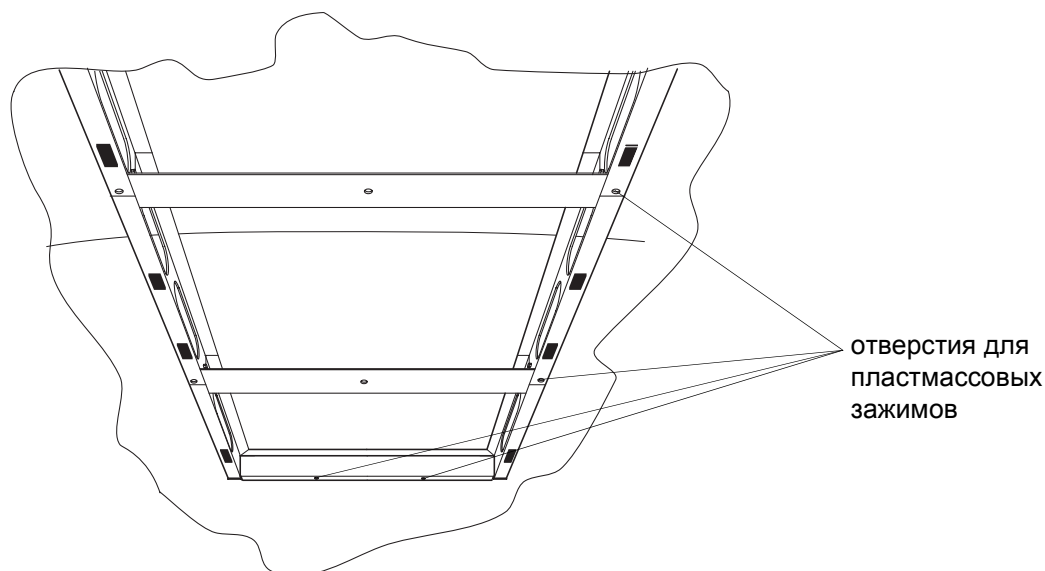

Рис. 410 Рама воздухораспределительного канала
15. Во избежание возникновения вибрации под раму канала/соединительные элементы приклеиваются ленты из микропористой резины (см. Рис. 410).